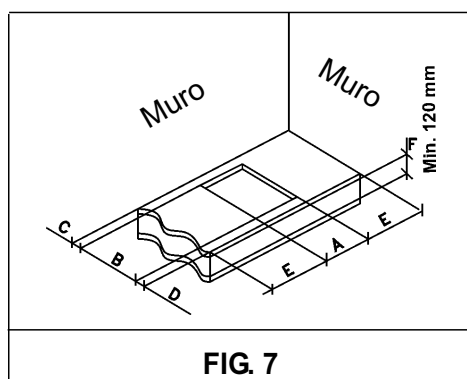

FIG. 7
En la superficie del mueble modular se debe efectuar una abertura con las dimensiones indicadas en la fig. 7, prestando atención en respetar estrictamente las distancias críticas entre la superficie, las paredes laterales, la pared posterior y la superior (véase fig. 7 - 8).
- Para evitar posibles contactos casuales con la superficie del armazón de la encimera, sobrecalentada durante el funcionamiento, es necesario colocar un separador de madera fijado por tornillos a una distancia mínima de 120 mm del borde (fig. 7).